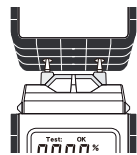

図5
"Test:"で本器の動作チェックを行います。表示部②に"Test:"が表示されている時に保護ケースの上部に2つの穴があるので図5のようにセンサー部をこれに接触させます。"Test:ok"の表示がでたら測定が可能になります。もし"Test:ok"の表示がでない場合は、センサー部をきれいにふきとり再度ためしてください。測定する対象物にレンジを切替えてからセンサー部を被測定対象にかかると突きさして表示部②の測定値が安定したところで数値を読み取ります。
(3) 電源がOFFの状態では〇ボタン⑤を2秒以上長押しすると"セットモード"に入ります。